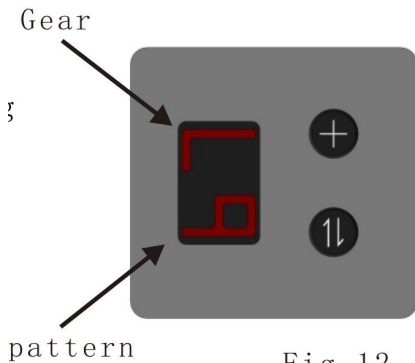

Fig. 12
-Überprüfen Sie das Aussehen der Reibschmelzfläche (siehe Abbildung 12), die gleichmäßig und flach sein sollte. Wenn die